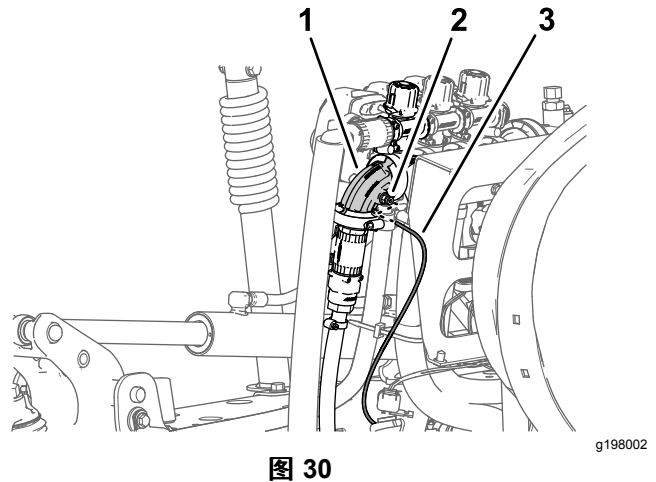

图 30
1. 压入右喷洒臂段阀90度弯头中的管子连接器锁环图30。
2. 从管子连接器中拉出仪表板仪表压力传感管图30。